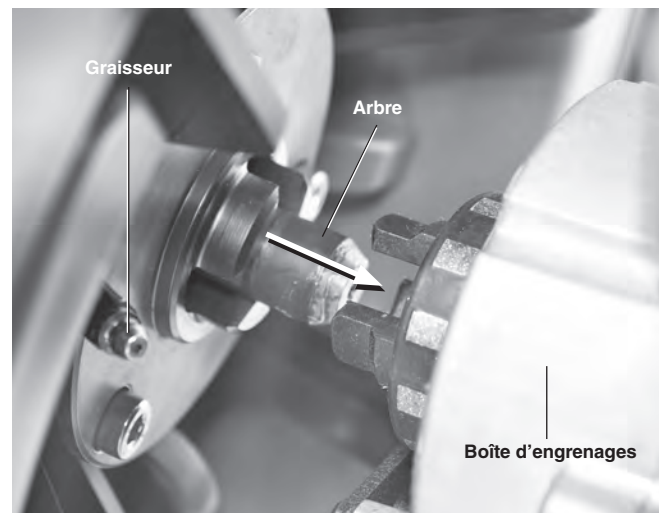

Figure 24 – Changement de tambour (bride de retenue ouverte, glissant en arrière)
4. Prenez le tambour fermement des deux mains, puis séparez-le de la boîte d'engrenages d'environ 1" (25 mm) (Figure 24).
6. Inversez le processus pour installer le tambour. Alignez l'arbre à l'arrière du tambour avec la boîte d'engrenages, puis glissez le tambour contre la boîte (Figure 24). En éloignant vos mains des surfaces de contact, penchez le dégorgeoir en arrière sur ses roues, puis tournez le tambour pour l'assoir complètement. Refermez la bride de retenue de tambour. Si le type de câble change également, il sera peut-être nécessaire de réajuster le système AUTOFEED.
Suite au nettoyage de l'appareil, ou bien après 20 heures d'utilisation ou un changement de tambour, utilisez une graisse universelle pour lubrifier les graisseurs situés à la jonction du guide-câble et du tambour (Figure 7), au dos du tambour (Figure 24) et sur le système AUTOFEED (Figure 9).